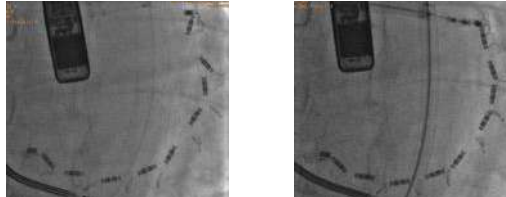

Figure 15. Vue initiale (à gauche) et suppression du jeu de l'implant (à droite)
8. Faire tourner la bobine d'ajustement du câble dans le sens des aiguilles d'une montre pour éliminer le jeu du câble, ce qui se traduit par l'alignement des curseurs et la réduction des espacements entre les curseurs et les ancrés. Voir la Figure 15.